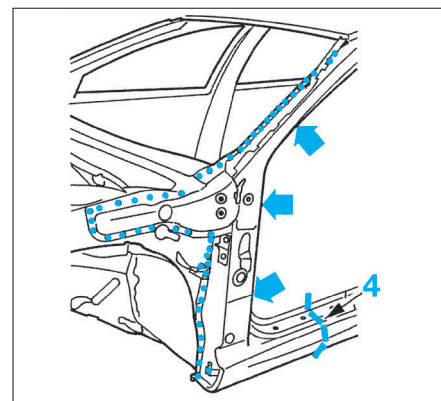

FIG. 51
- Souder par cordons à l'arc sous gaz protecteur (4) (Fig.51).